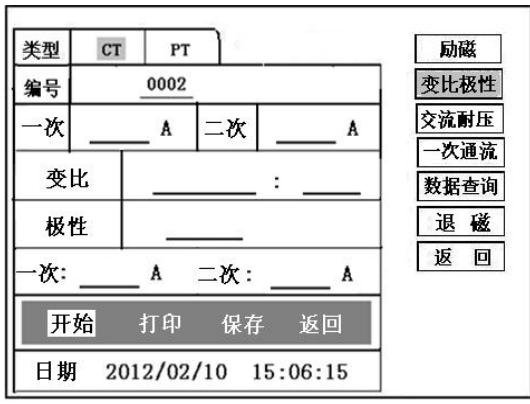
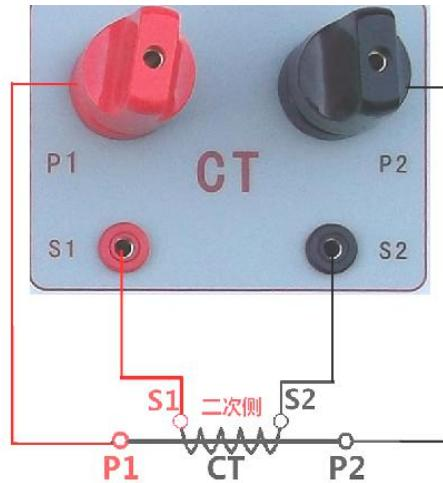

图 12，CT 变比极性测试界面
图 13，CT 变比极性接线图
1) 参数设置：测试界面见图 12。
按照图 13 进行接线，CT 一次侧接 P1、P2，CT 二次侧接 S1、S2。进入 CT “变比极性” 测试界面，如图 12。设置完成后，合上“功率开关”，移动光标至“开始”选项，按下控制器，试验即开始。